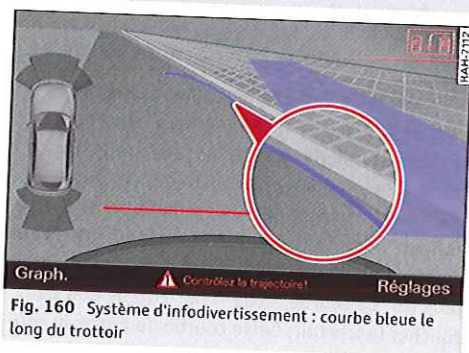

Fig. 160 Système d'infodivertissement : courbe bleue le long du trottoir
- Reculez dans la place de parking jusqu'à ce que la courbe bleue touche le trottoir ⇒ *fig. 160*. Arrêtez-vous.
- Continuez de reculer dans la place de stationnement jusqu'à ce que le véhicule soit parallèle au trottoir. Le pare-chocs arrière est repéré par ③. Ne reculez plus, au plus tard lorsque la ligne d'orientation rouge ④ confine à un objet ⇒ ⚠! Contrôlez l'avant de votre véhicule ⇒ ①.
Si un obstacle (par exemple un mur) se trouve près de la place de stationnement, vous devez prévoir latéralement un écart plus grand. Positionnez la longueur de la surface bleue avec une distance suffisante par rapport au trottoir. Cette zone ne doit pas toucher le bord du trottoir. Vous devez également braquer le volant beaucoup plus tôt. La courbe bleue ⇒ *fig. 160* ne doit pas toucher le trottoir. Cette courbe doit être au contraire suffisamment éloignée du trottoir.